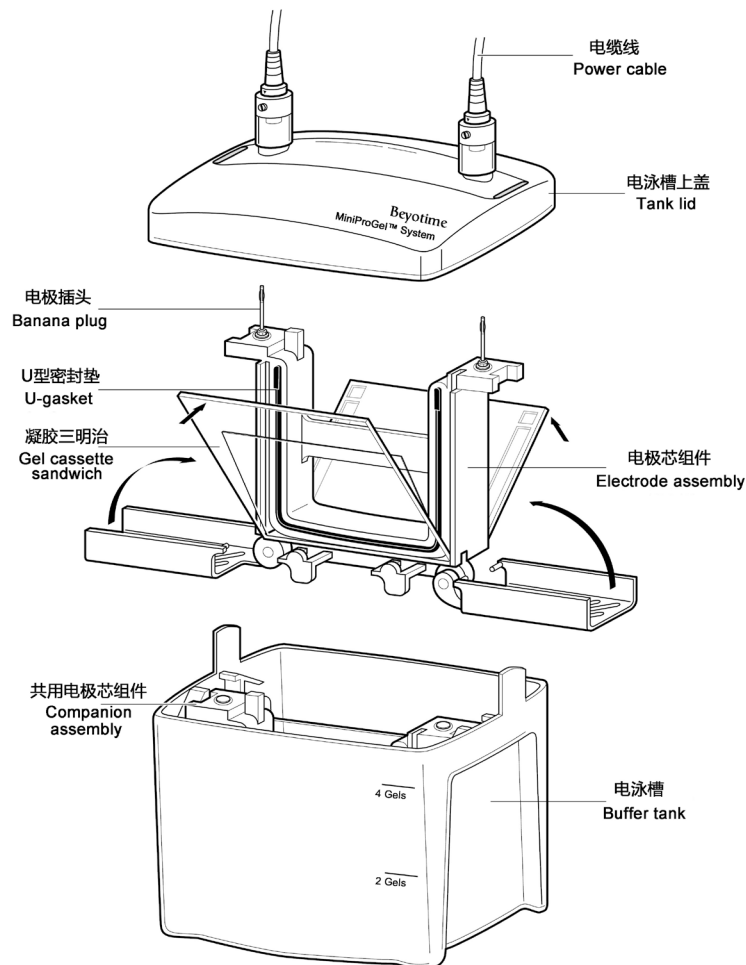

图1. MiniProGel™蛋白制胶与电泳系统的电泳槽组装图。仅E6001包含共用电极芯组件。
- 本系统的制胶系统包含制胶架(2个)、夹胶框(4个)、厚玻璃板(标配1.0mm, 5块)、短玻璃板(5块)、电泳梳(标配1.0mm,15-well, 5个); 本产品的电泳系统包含电泳槽(缓冲液槽)、电泳槽上盖(带电缆线)、电极芯组件、共用电极芯组件(仅E6001包含本组件)、缓冲液挡板、胶铲(2个)、上样托架(标配15-well)。本产品的电泳槽组装图见图1。